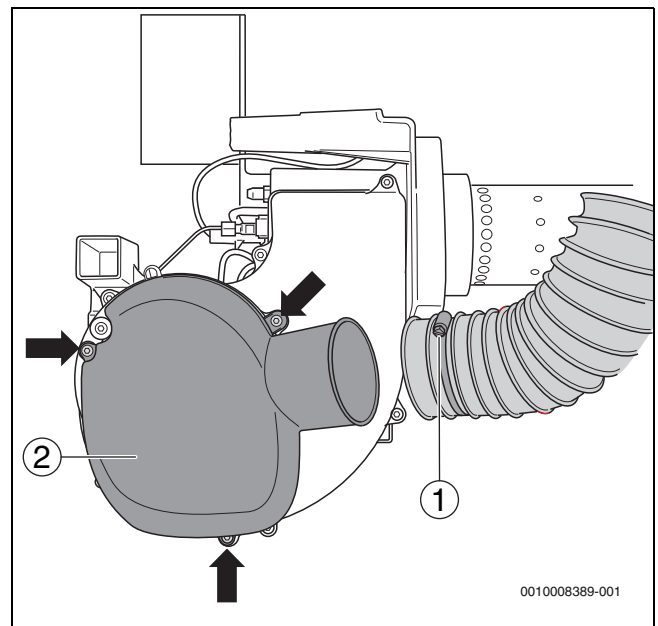
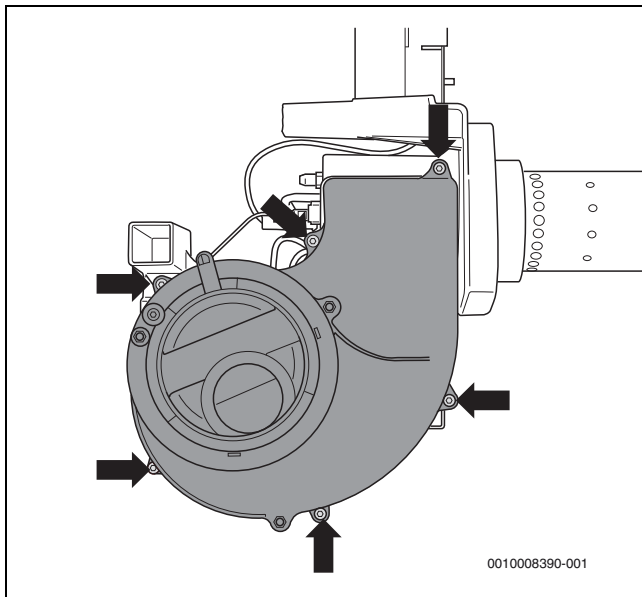

Bild 29 Ansaugschalldämpfer demontieren
Bild 30 Gebälseradabdeckung demontieren
- ▶ Spezialschlauchselle (→Bild 29, [1]) der Verbrennungsluftzufuhr für raumluftunabhängigen Betrieb lösen.
- ▶ Befestigungsschrauben (→Bild 29, [Pfeile]) lösen und den Ansaugschalldämpfer (→Bild 29, [2]) abnehmen.
- ▶ Sechs Befestigungsschrauben (→Bild 30, [Pfeile]) lösen und die Gebälseradabdeckung abnehmen.
- ▶ Gebälseradabdeckung (→ Bild 30, Seite 22) und Ansaugschalldämpfer (→ Bild 29, Seite 21) wieder montieren.
- ▶ Spezialschlauchschele (→Bild 29, [1], Seite 21) lösen und Ansaugschlauch abziehen (nur bei 18-49 kW).